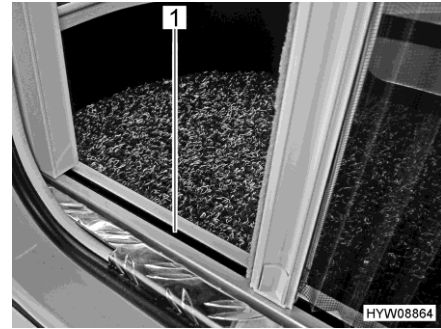

Fig. 60 Protección contra insectos (guía inferior)
- ▷ Agarrar el agarradero con ambas manos para cerrar y abrir. De este modo, se reduce el riesgo de que la protección contra insectos quede agarrotada en las guías (Fig. 60,1).